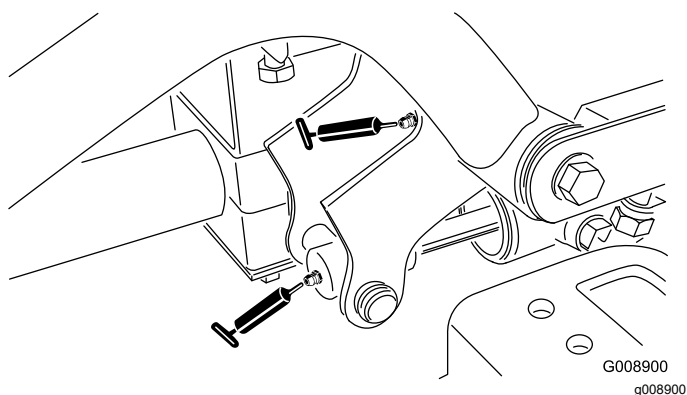

Figura 39
- 2 pivotes de brazo de elevación delantero derecho y cilindro de elevación (Figura 39)